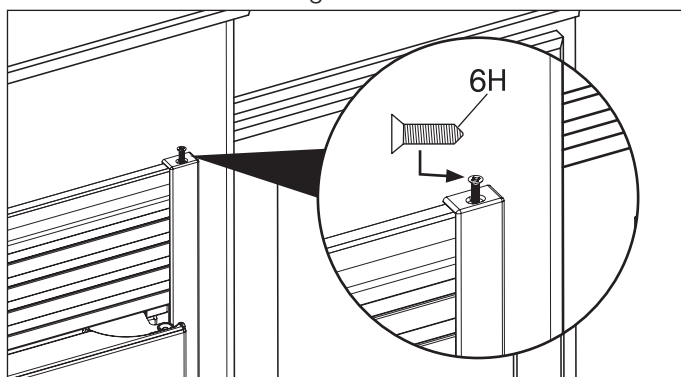

Figure 18
- Vissez les vis de la garniture supérieure. (Voir la Figure 18).